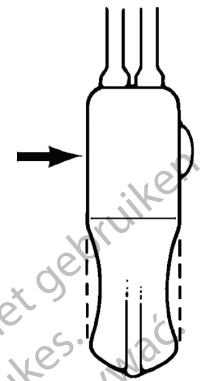

Figura 4-43. Método de hisopo de algodón
2. Tome un hisopo con punta de algodón y aplique presión al área, directamente detrás del botón de desactivación. **(Figura 4-43)**